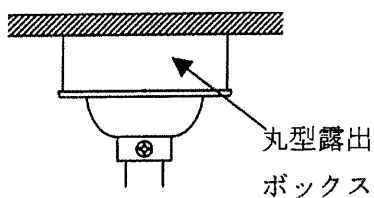

図 1
- * この器具は、必ず適合丸型露出ボックス（別途）と組合わせてご使用ください。（図 1）